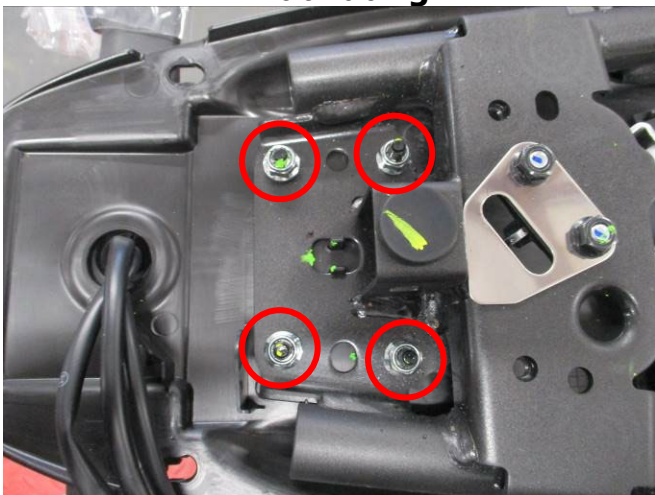

Abbildung 3
- Entfernen Sie die 4 x Sicherungsmuttern wie in **Abbildung 3** abgebildet und entfernen Sie den original Kennzeichenhalter vom Motorrad.